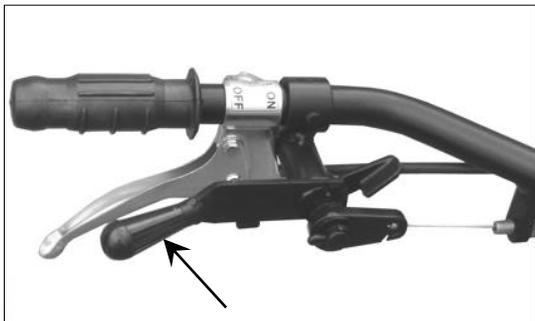

Fig. 11a – Leva innesto vangatura su OFF
⚠ ATTENZIONE! Prima di avviare il motore accertarsi che la leva cambio marce sia in posizione di folle (N) (Pag. 9 – fig. 9 e 10) e che la leva innesto vangatura sia in posizione OFF (Pag.10 – Fig. 11a).
Per innestare la trasmissione agli utensili della vangatrice, portare la leva di innesto in posizione ON (Fig. 11a).